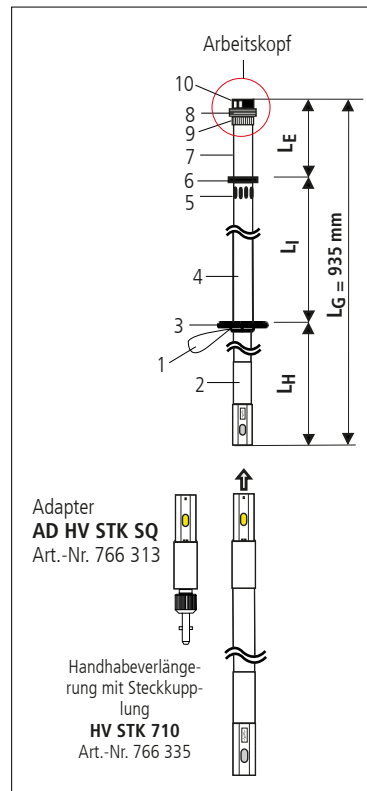

Bild 1
- 2.1 Der Aufbau des Hochspannungsanzeigers HSA 194 ist in Bild 1 dargestellt.